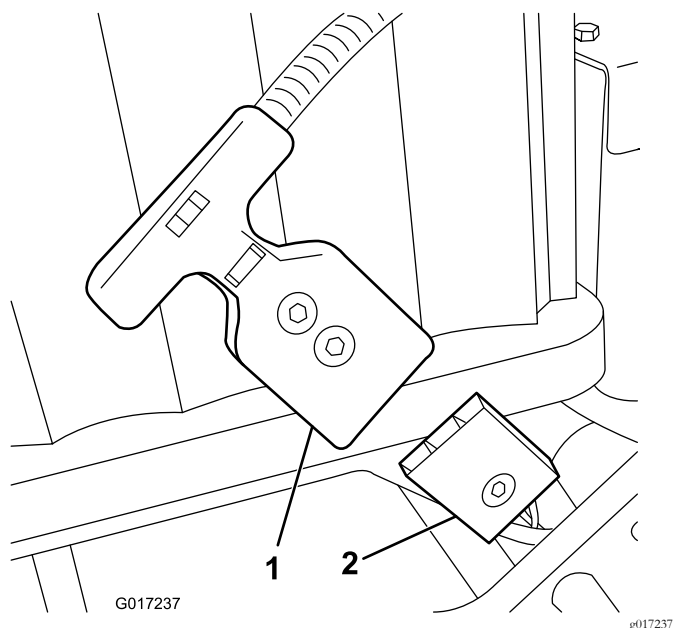

図 17
**注** バッテリーパックを取り付けたままの状態ではバッテリーパックのソケットとマシンのワイヤハーネスを接続できない場合には、先にハーネスの接続を行い、それからバッテリーパックを取り付けるようにしてください。バッテリーのベースから主電源コネクタ【図 17】を外す。説明にしたがってバッテリーにコネクタを取り付ける。バッテリーをベースに取り付け、付いているワイヤハーネスを対応する穴に通し、先ほど取り外した金具類を用いて主電源コネクタをバッテリーベースに固定する。
16. メインのワイヤハーネスからのT字コネクタを、バッテリーのベース部にある主電源コネクタに接続する 図 17。